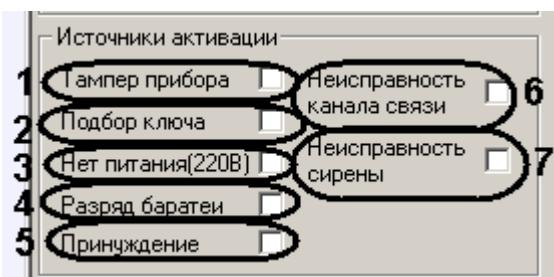

Рис. 3.7—6 Параметры группы Источники активации
8. Задать параметры группы **Источники активации** (Рис. 3.7—6).
при регистрации вскрытия корпусов и/или нарушения тамперных шлейфов дополнительных модулей (*ВПУ-А-16, ВПУ-А-16С, АР-16, АМС-8*) (см. Рис. 3.7—6, 1).